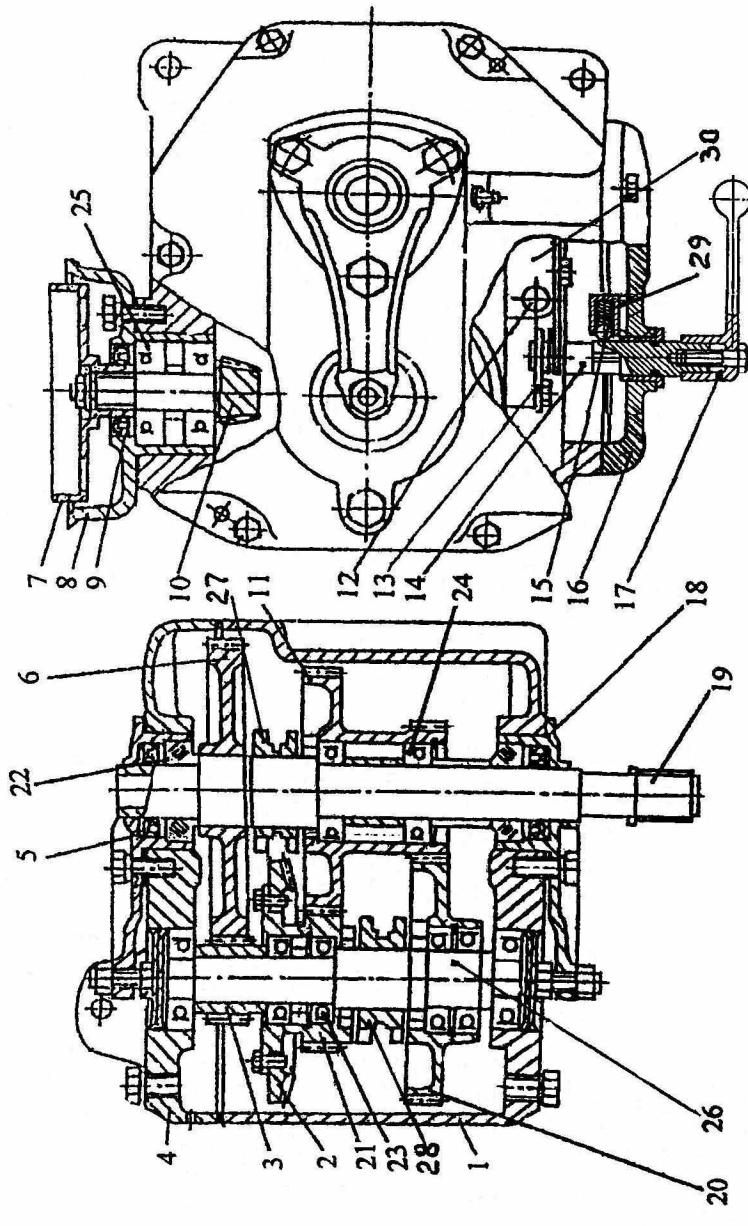

Рис. 3. Вращател (УКБ-12/25)
4.2. Вращатель (рис. 3) базовой модели представляет собой механическую коробку передач с тремя скоростями, которые включаются кулачковыми муфтами.
Рис. 3а. Вращател (УКБ-12/25И)
Боковой зазор должен быть в пределах 0,15—0,35 мм у широкой части зуба, что соответствует повороту ступицы фрикционной муфты 7 (см. рис. 3) на величину 1,2—1,5 мм замера на наружном радиусе ступицы при неподвижной ведомой шестерне.
Конструктивно вращатель установки УКБ-12/25И отличается от вращателя УКБ-12/25 приводной частью (двигатель — муфта сцепления — первичный вал). Рис. 3а
Остальная часть вращателя осталась без изменения. На рис. 3а показаны позиции основных деталей приводной части.
При установке двигателя на вращатель центрирование ступицы поз. 11 Рис. 3 производить при выключенном сцеплении (т. е. диск сцепления должен быть свободным).